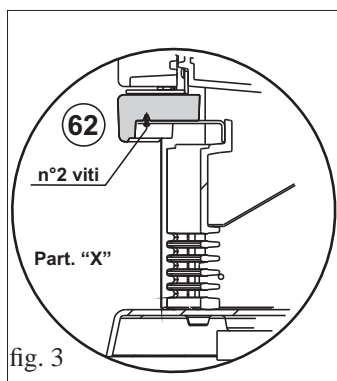

fig. 3
- Svitare con la chiave a brugola in dotazione, le viti di fermo della griglia inferiore in ghisa (4) e rimuoverla.
- Posizionare il frontalino (62) e fissarlo con le 2 viti M6x12 (utilizzando chiave a brugola) come indicato nel particolare "X" a fig. 3.